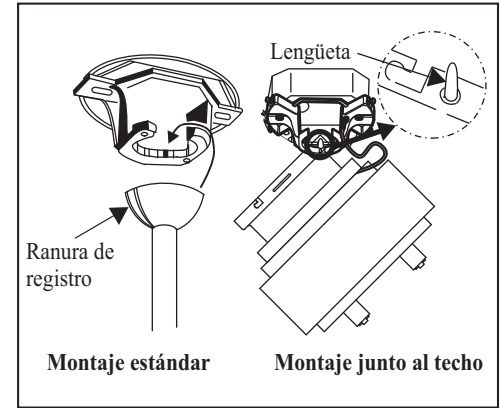

Figura 12
1. Pasa los cables de suministro de 120 Volts a través del orificio central en el soporte de montaje. (Figura 12)
4. Levante con cuidado el montaje del ventilador hacia el soporte del techo y cuélguelo en la lengüeta incluida utilizando uno de los agujeros del anillo exterior de la cubierta del techo. (Figura 12) Si utiliza un montaje estándar, asiente la bola colgante en el zócalo del soporte de montaje. Asegúrese de que la lengüeta del zócalo del soporte de montaje quede bien asentada en la ranura de la bola colgante. (Figura 12)
LA LENGÜETA MOSTRADA EN LA FIGURA 12 SÓLO SIRVE PARA EQUIBRAR EL VENTILADOR AL COLOCAR EL CABLEA O. SI NO SIGUE EL PROCEDIMIENTO DE LA FIGURA 12, PODRÍA PROVOCAR LA R TURA DE LA LENGÜETA Y EL VENTIL DOR PODRÍA CAER. EL GANCHO DEBE PASAR DEL INTERIOR AL EXTERIOR DE LA CUBIETA.